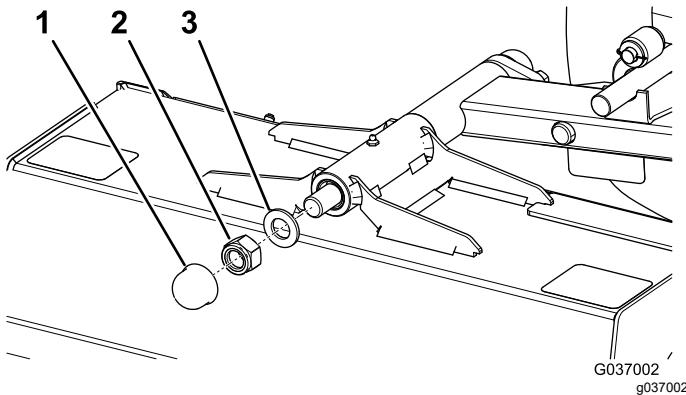

Figure 76
4. Retirez le cache et retirez l'écrou (M24) et la rondelle de l'arbre de pivot (Figure 76).
5. Remettez la rondelle et le contre-écrou (M24), et serrez le contre-écrou (Figure 76).